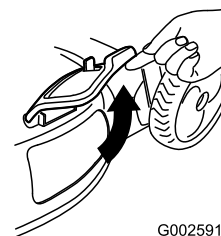

Figure 26
2. Soulevez et ouvrez le volet d'éjection latérale (Figure 26).